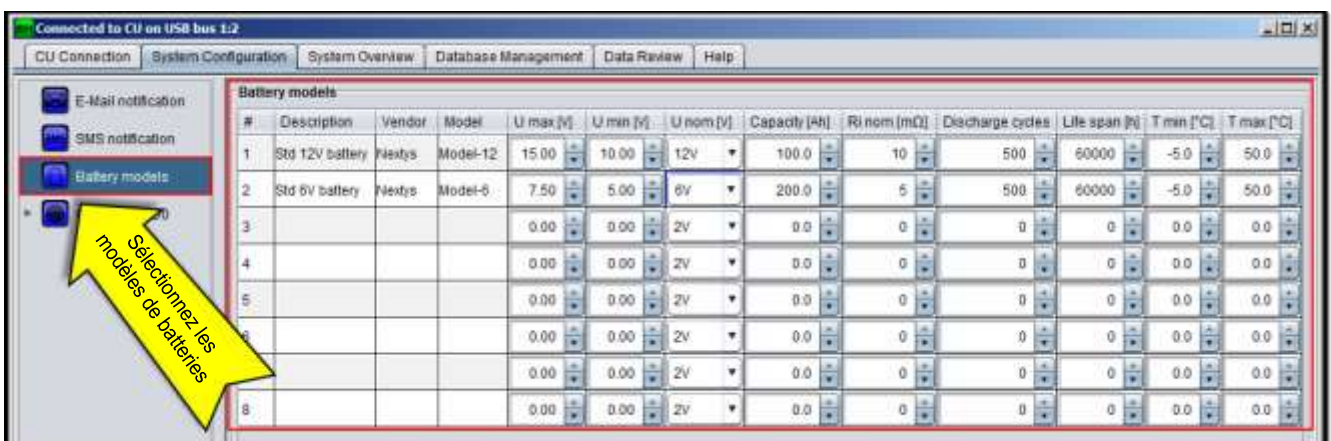

Figure 23 : Configuration des modèles de batteries
10. Sélectionnez les modèles de batteries comme illustré à la Figure 23.
11. Jusqu'à 8 modèles de batteries différents peuvent être décrits pour un système, un pour chacune des lignes du tableau (voir Figure 23). Remplissez les champs suivants pour chaque modèle de batterie différent :